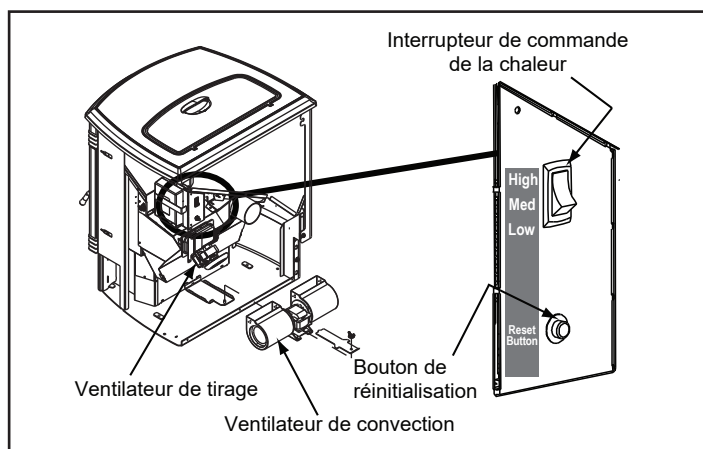
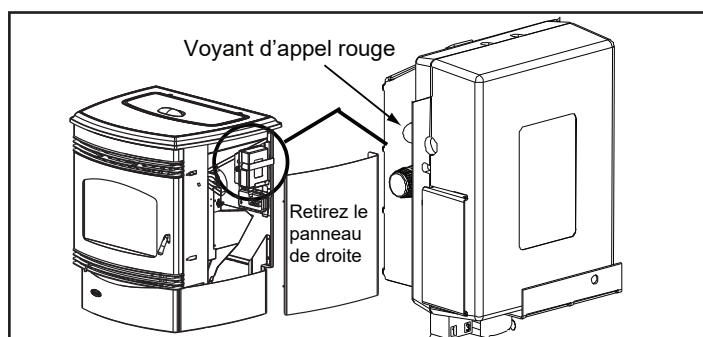

Figure 10.1
Figure 11.1
Cet appareil est doté d'un interrupteur de commande du chauffage à trois positions ou taux de combustion : bas, moyen et élevé. L'appareil se met en marche ou s'arrête quand le thermostat le demande. Quand le thermostat demande de la chaleur, l'appareil démarre toujours sur le taux de combustion prédéfini. Si l'appareil est réglé à l'un des réglages, il sera plus silencieux, mais prendra plus de temps pour chauffer la pièce qu'à un taux de combustion plus élevé. Peu importe le taux de combustion, l'appareil s'arrête quand la température de la pièce correspond au réglage du thermostat (**Figure 10.1**).
3. Localisez l'interrupteur de contrôle de l'intensité du chauffage situé au dos de l'appareil du côté droit supérieur. **Figure 10.1 on page 10.** Réglez-le à « élevé » en enfonçant l'extrémité de l'interrupteur de contrôle, puis réglez le thermostat sur la température maximum. Retirez le panneau de droite et le voyant d'appel rouge situé à gauche de la boîte de commande s'allumera. **Figure 11.1.** Cela indique que le thermostat effectue un appel de chaleur.
3. L'appareil peut parfois brûler tout le combustible et s'arrêter automatiquement. Dans ce cas, le voyant d'appel rouge s'allume. **Voir la Figure 11.1.** Pour remettre en marche, remplissez la trémie et pressez le bouton de réinitialisation. **Voir la figure 10.1, page 10.** Le voyant d'appel rouge s'éteint quand vous pressez le bouton de réinitialisation. Le voyant se rallume quand vous relâchez le bouton. Vous devez voir des flammes apparaître après un court instant. Si ce n'est pas le cas, suivez les instructions de la rubrique « Allumage de votre premier feu » à la **page 8**.